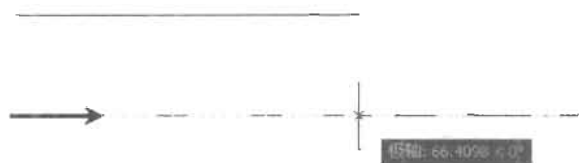

图 5-53
- 下 (B): 此种对齐方式使元素相对于选定点所确定的基线以最小的偏移画出, 如图 5-53 所示, 从每条线段的起点向终点看, 该多重线的所有其他元素均在该指定基线的左侧。